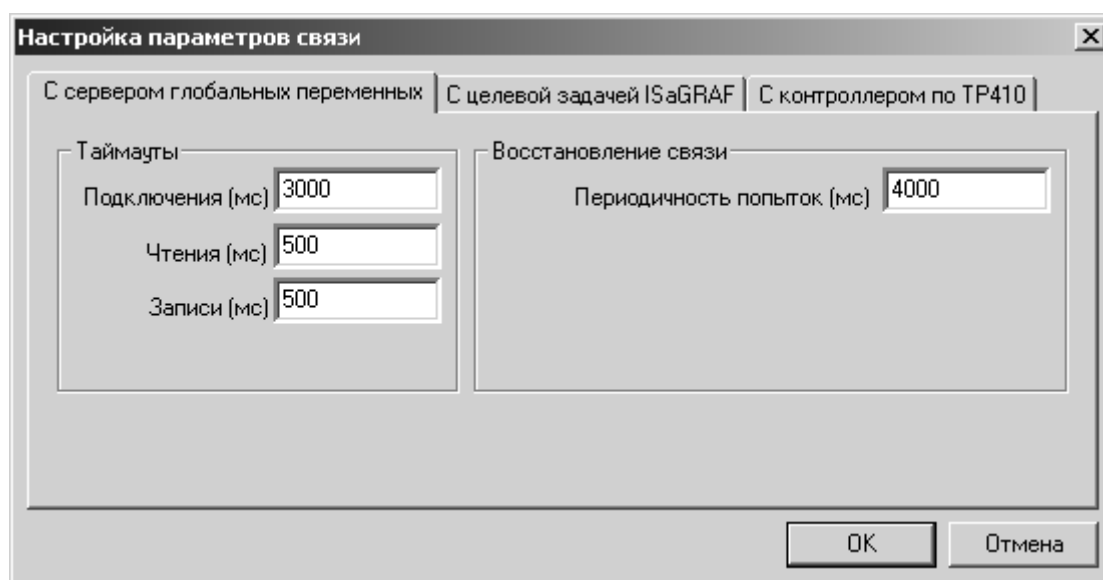

Рисунок 4.38 – Параметры связи с сервером глобальных переменных
- протокола глобальных переменных (Рисунок 4.38);